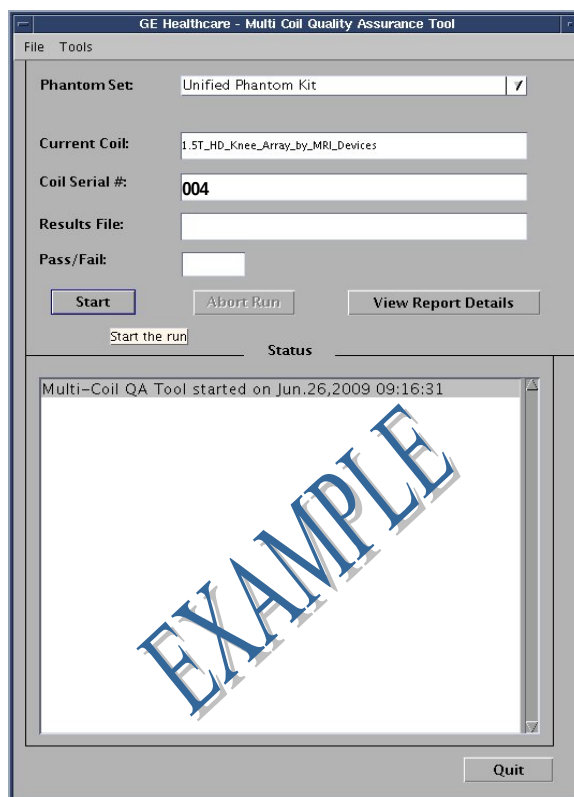

Fig. 3
Câmpul Bobină curentă va fi completat automat (vezi Fig. 3), pe baza ID-ului bobinei conectate la LPCA. Introduceți numărul serial al bobinei testate în câmpul Coil Serial # (Nr. serial bobină).
13. Faceți clic pe **[Start]** (Pornire) pentru a începe testul (vezi Fig. 3). În funcție de numărul de locuri de testare (complexitatea bobinei), testul poate dura între 3 și 5 minute.